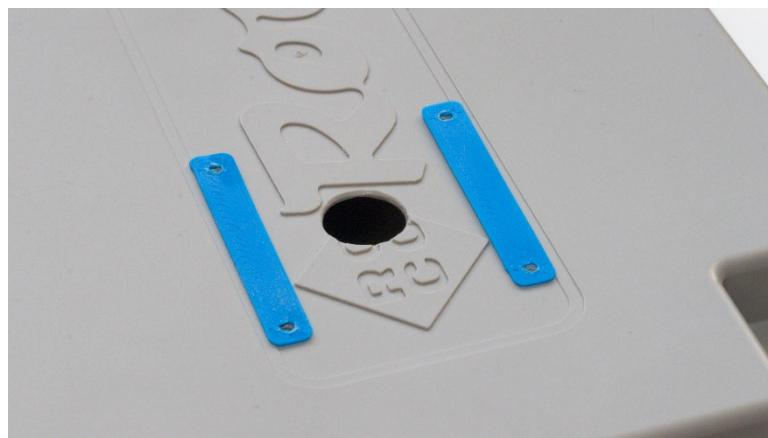

Abbildung 12: Füllplatten
Legen Sie die Abdeckung auf eine Arbeitsfläche (mit der Innenseite nach unten). Die beiden Füllplatten (E) haben eine flache und eine nicht ganz flache Seite. Legen Sie die beiden Füllplatten wie in Abbildung 12 unten gezeigt mit der flachen Seite nach oben. Die Füllplatten sollen verhindern, dass der Sensorhalter auf den Buchstaben des Logos wackelt. Wir gehen davon aus, dass Sie den Sensor „rechtwinklig“ zur Abdeckung montiert haben. Wenn Sie einen anderen, beliebigen Winkel gewählt haben, müssen Sie selbst darauf achten, dass der Sensor flach aufliegt.